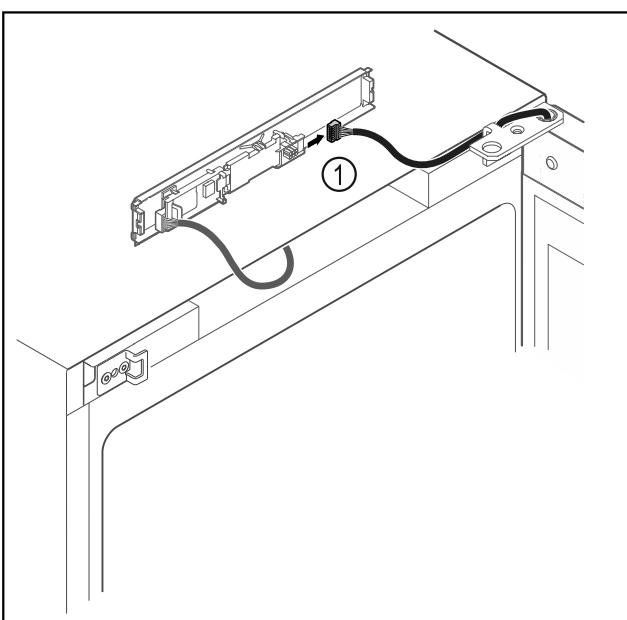

Fig. 7
► Débrancher le connecteur *Fig. 7 (1)* de la platine.